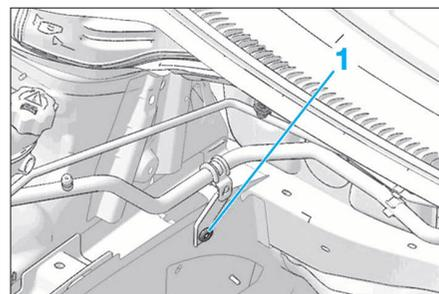

FIG. 33
- Déposer la vis de maintien (1) (Fig.33).